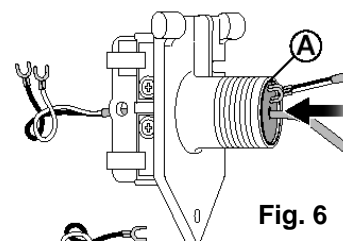
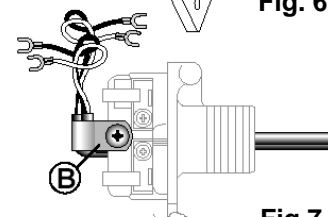

Fig. 6
Fig. 7
3. Pasar el(los) cable(s) del comando remoto a través del conector (A), dejando cable suficiente para poder fijarlo(s) con la brida suministrada en el punto previsto (B) (Fig.6 y Fig.7)